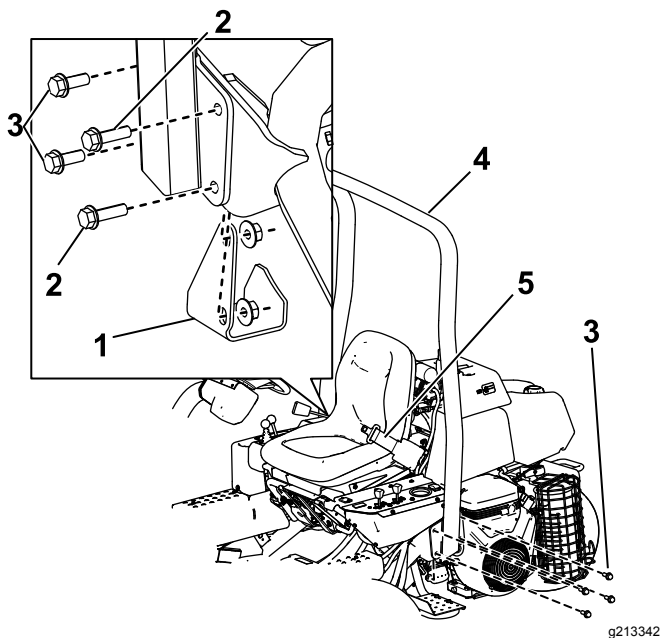

Figura 6
2. Baje la barra anti-vuelco (Figura 6) sobre los soportes de montaje, alineando los taladros de montaje.
3. Sujete cada lado de la barra antivuelco al soporte de montaje con 4 pernos ($\frac{1}{2}$ " x $1\frac{1}{2}$ ") y contratuercas (Figura 6).
2 pernos ($\frac{1}{2}$ " x $1\frac{3}{4}$ ") y contratuercas, según se muestra en la Figura 6.